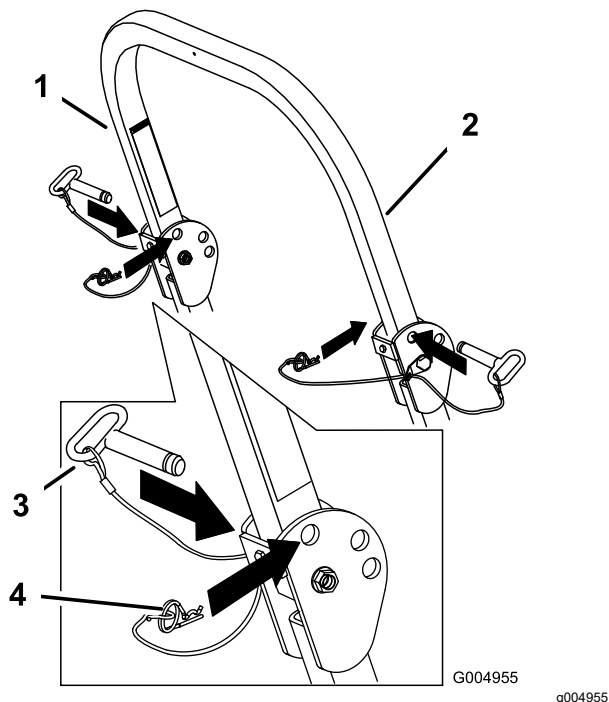

Figure 7
1. Retirez les goupilles fendues puis les 2 axes (Figure 7).
3. Posez les 2 axes et fixez-les avec les goupilles fendues (Figure 7).
2. Relevez complètement l'arceau de sécurité puis insérez les 2 axes et fixez-les avec les goupilles fendues (Figure 7).